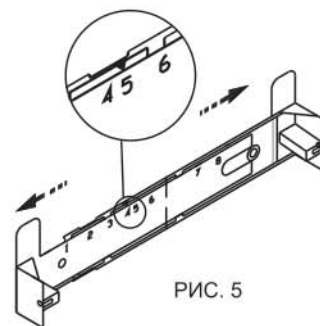

РИС. 5
- прежде чем прикрепить кронштейн к стене, необходимо выставить его на нужный размер (равный ширине верхней фальштрубы), для этого увеличьте размер кронштейна (если это необходимо), раздвинув его, и установите фиксатор напротив цифры 5 (см. рис. 5)